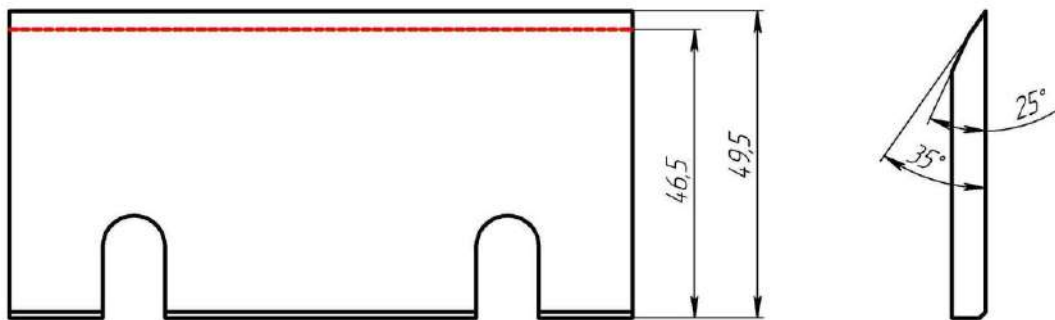

Рисунок 24. Схема заточування ножа
- Ножі потрібно заточувати під кутом 35 градусів до тих пір, поки його висота не стане меншою за 47 мм (див. Рис.24);